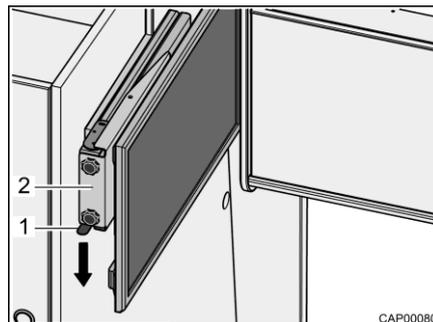

Fig. 45 Extension avec écran plat
- Presser le ressort à cran d'arrêt (Fig. 45,1) vers le bas et extraire l'extension (Fig. 45,2) avec l'écran plat à l'horizontale en direction du centre du véhicule.
- Pousser l'extension (Fig. 45,2) avec l'écran plat à l'horizontale jusqu'en butée. Le ressort à cran d'arrêt (Fig. 45,1) s'enclenche de manière audible.